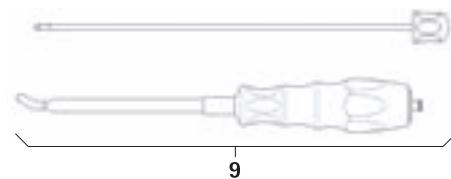

Fig. 5
- Démonter l'instrument de pose de tige 9, voir Fig. 5: Dévisser entièrement la pièce intérieure.